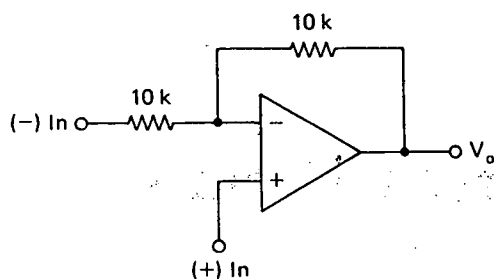

FIGURA P3-15
- 3-15. Una onda senoidal pico a pico de 5 V, E_i , se aplica a la entrada (-) en la figura P3-15. Grafique V_o en función de E_i si el voltaje en la entrada (+) es (a) +5 V; (b) -5 V.
- 3-16. Una onda senoidal de pico a pico de 5 V, E_i , se aplica a una entrada (+) en la figura P3-15. Grafique V_o en función de E_i si el voltaje de la entrada (-) es (a) +5 V; (b) -5 V. (Suponga que $V_{sat} = \pm 15$ V).